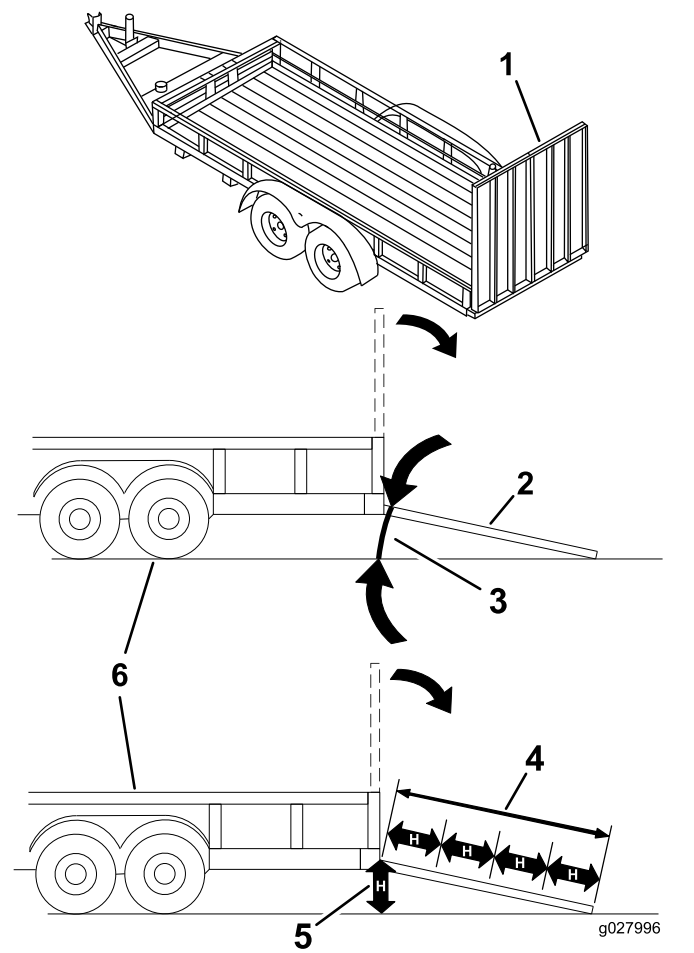

Figura 43
El cargar la máquina en un remolque o un camión aumenta la posibilidad de un vuelco y podría causar lesiones graves o la muerte (Figura 43).
3. Baje la rampa, asegurándose de que el ángulo entre la rampa y el suelo no supera los 15 grados (Figura 43).
1. Baje la rampa, asegurándose de que el ángulo entre la rampa y el suelo no supera los 15 grados (Figura 43).